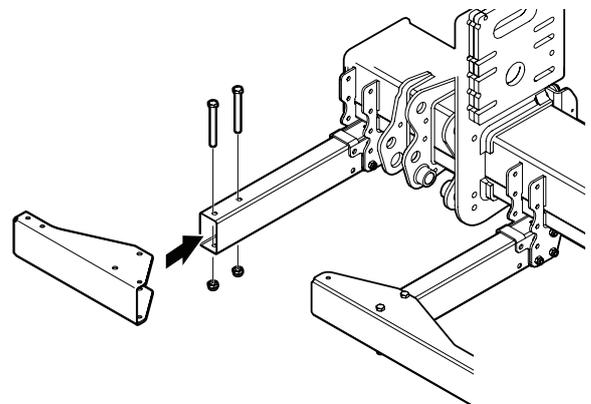

Abbildung 31. Montage des äußeren Blechprofils
4. Die äußeren Blechprofile mit jeweils 2 Schrauben M12x110 montieren. siehe Abbildung 31.